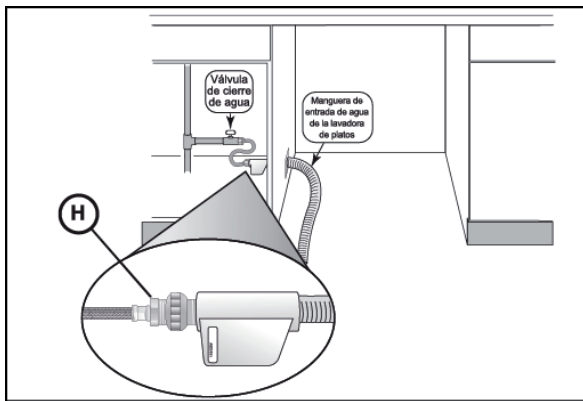

Figura 9
Instale una válvula de cierre de fácil acceso (no suministrada) en la línea de suministro de agua caliente, como se muestra en la Figura 9. Todas las conexiones con soldadura deben realizarse antes de que se conecte la línea de agua a la lavadora de platos.
**NOTA:** El extremo de la manguera de entrada de agua de la lavadora de platos es pesado y necesitará sujetarse. Es mejor dejar el extremo sobre el piso del gabinete como se muestra en la Figura 9.